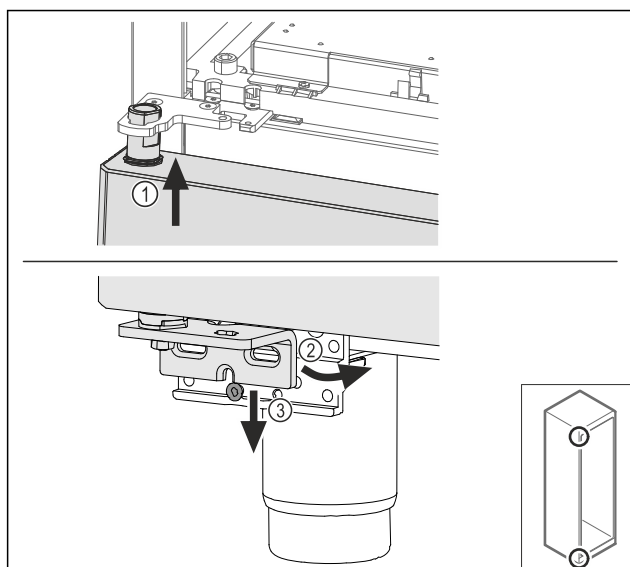

Fig. 64
- Deur iets gekanteld aan de bovenzijde terugplaatsen Fig. 64 (1), deur recht uitlijnen Fig. 64 (2) en aan de onderzijde op de lagerbokschoef Fig. 64 (3) plaatsen.